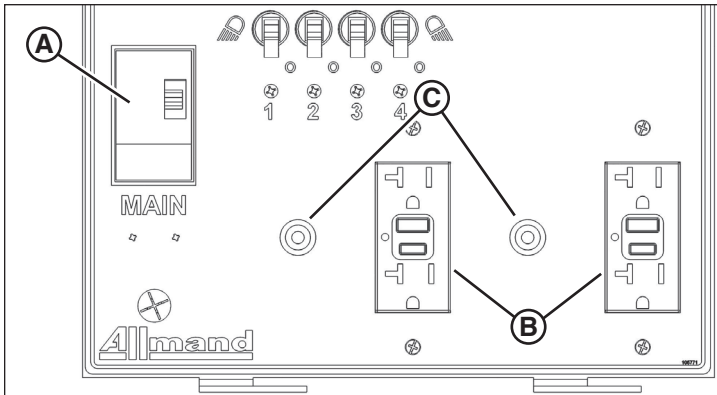

Figure 31
- Deux sorties DDFT (B, Figure 31), chacune protégée par un disjoncteur 20A (C), OU
L'alimentation est fournie aux sorties de n'importe quel ensemble seulement lorsque le moteur/générateur fonctionne et que le disjoncteur principal (A, Figures 31 - 34) est à la position ON.